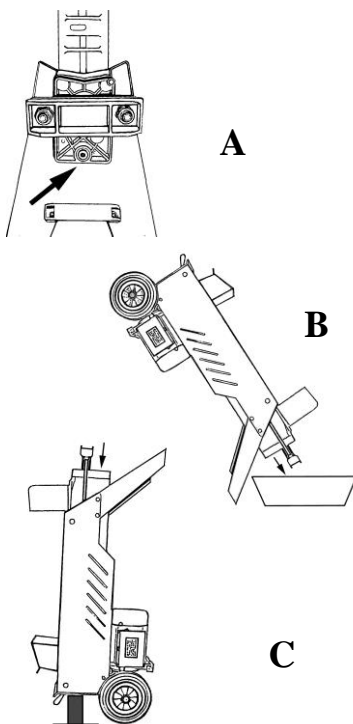

図 5
2. 10 リットルくらいの容量の容器を『ウッドファザーWF-07』の下に置きプランジャーブロックを持ち上げ『ウッドファザーWF-07』を傾けて作動油を容器に移します(図 5-B)
3. 『ウッドファザーWF-07』をモーター側が下になるように立てかけて新しい作動油を注ぎます。(図 5-C) 異なる種類の作動油を混ぜてはいけません。容量は 6.5L ですが、シリンダー内などに抜け切らない作動油が残るため、実際の追加量は 6.5L よりも少なくなります。